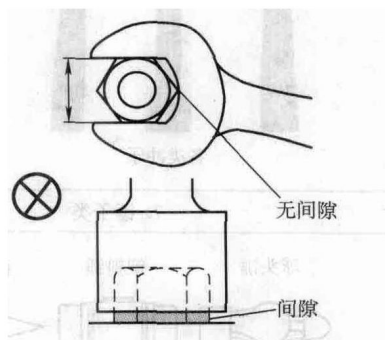

图 0-11 工具的大小与应用
1) 确保工具的直径与螺栓或螺母的头部大小合适。使工具与螺栓或螺母完全配合(图 0-11)。勿使用呆扳手将螺栓或螺母拧紧到最大力矩, 或从最大力矩位置松开, 因为这样会导致紧固件侧平面被磨圆。